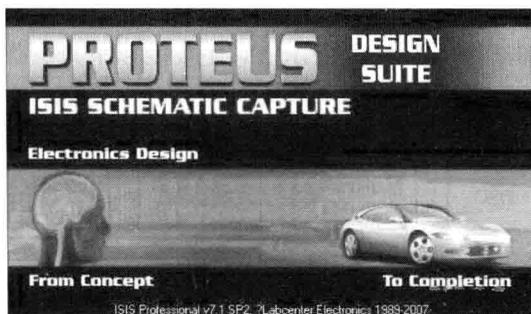

图 1-10 Proteus 界面
② Proteus 仿真软件。Proteus 仿真软件是以英国 LabCenter Electronics 公司开发的目前较好的单片机及外围器件的仿真工具。它由 ISIS 和 ARES 两个软件构成，其中 ISIS 是原理图编辑与仿真软件，ARES 是布线编辑软件。利用该仿真软件，在没有硬件的情况下，不仅可将许多单片机实例功能形象化，也可将许多单片机实例运行过程形象化，易于理解系统硬件的组成和提高学习兴趣，是单片机教学的先进手段。Proteus 界面如图 1-10 所示。